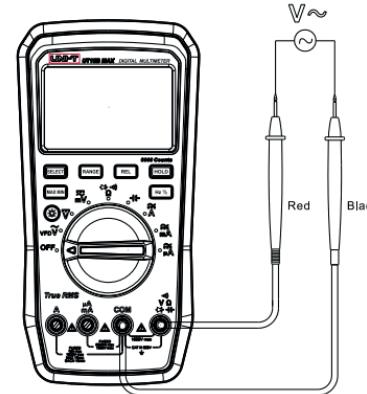

Рисунок 3
1. Измерение переменного напряжения (рисунок 3)